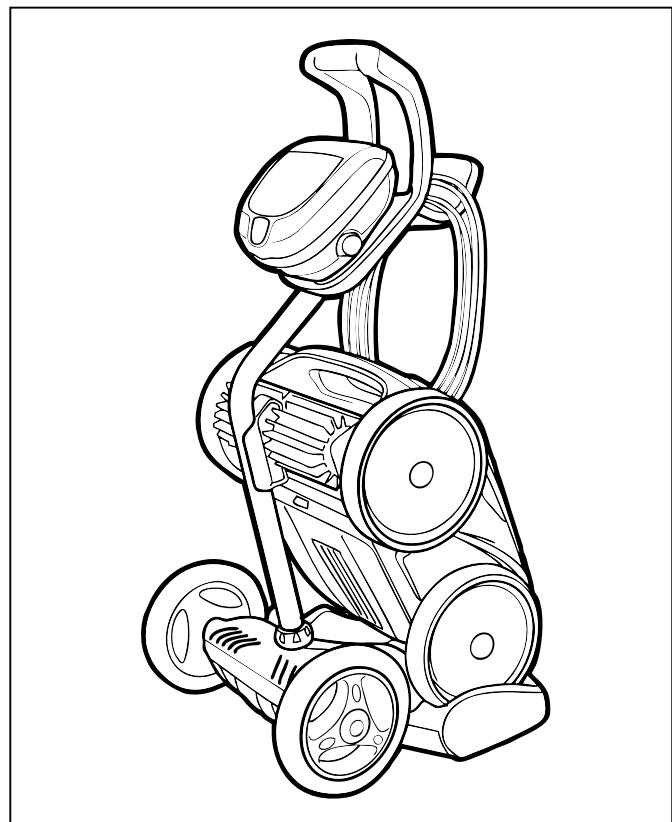

Figura 23. Limpiador guardado correctamente en el carrito
- Coloque el limpiador en posición vertical en la base del carrito y fíjelo en el gancho (Figura 23).
- Enrolle holgadamente el cable de alimentación en el limpiador y avance hacia el punto de conexión en la unidad de control. Guarde el cable, enroscándolo alrededor del gancho situado en la parte delantera del carrito (Figura 23).